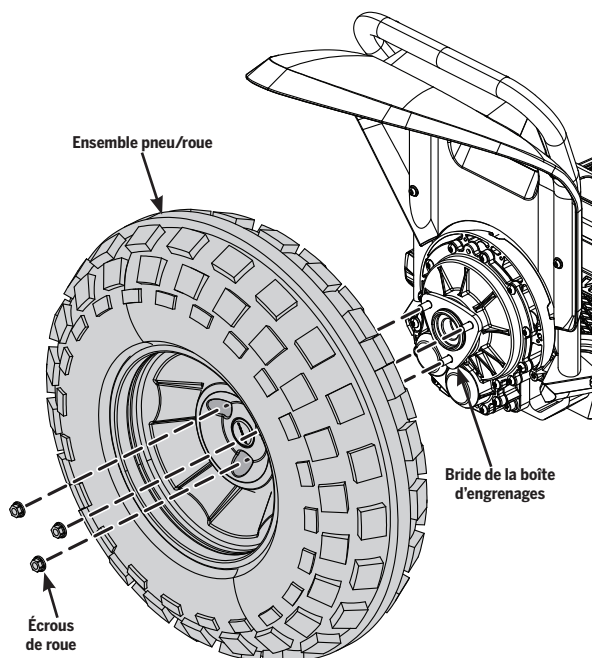

Figure 1 : Ensemble pneu/roue, x2 (Version 2)
3. À l'aide d'une clé à douille 13 mm, retirez les trois écrous de roue et mettez-les au rebut. Voir Figure 1.
3. Placez l'ensemble pneu/roue sur la bride de la boîte d'engrenages. Voir Figure 1.